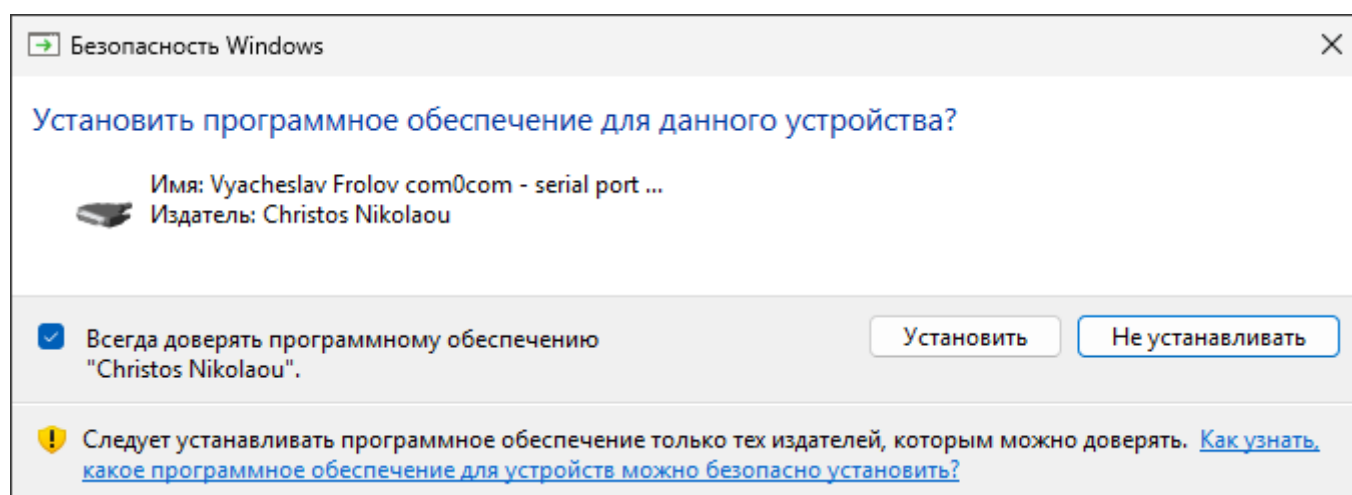
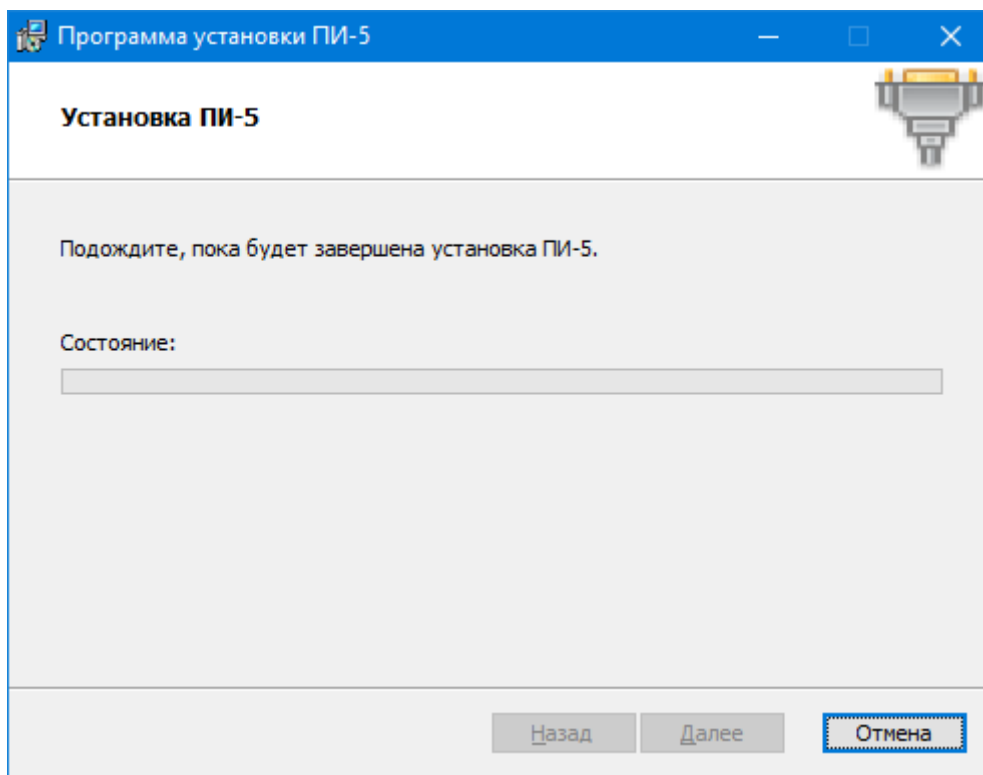

Рис. 2.6. Окно подтверждения установки драйвера виртуальных СОМ-портов утилиты com0com
Рис. 2.7. Ход процесса установки программы
5. Ожидание установки (рис. 2.7). Заполнение полосы прогресса отражает ход процесса установки программы. Сначала устанавливается программный комплекс ПИ-5, затем, если была отмечена к установке, утилита com0com. Её установка включает установку драйвера виртуальных СОМ-портов, которую нужно разрешить в соответствующем всплывающем окне (рис. 2.6).